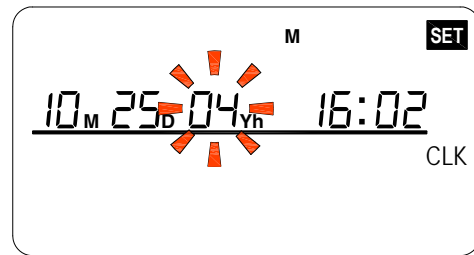

Abbildung 6
2. Drücken Sie . Der eingestellte Wochentag ist gespeichert und die Jahreszahl blinkt, siehe Abbildung 6. Alle Datums- und Zeiteinstellungen sind nun gespeichert.